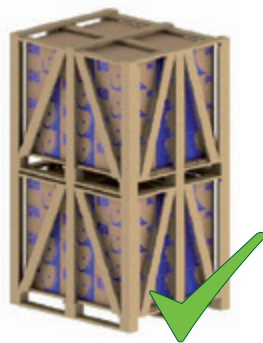
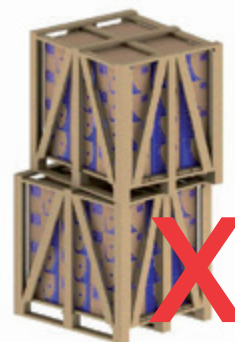

Figura 5.1 - Posizionamento corretto
Figura 5.2 - Posizionamento sbagliato
- 2) Posizionare correttamente un pacchetto sopra l'altro (vedi Figura 5.1 e Figura 5.2);